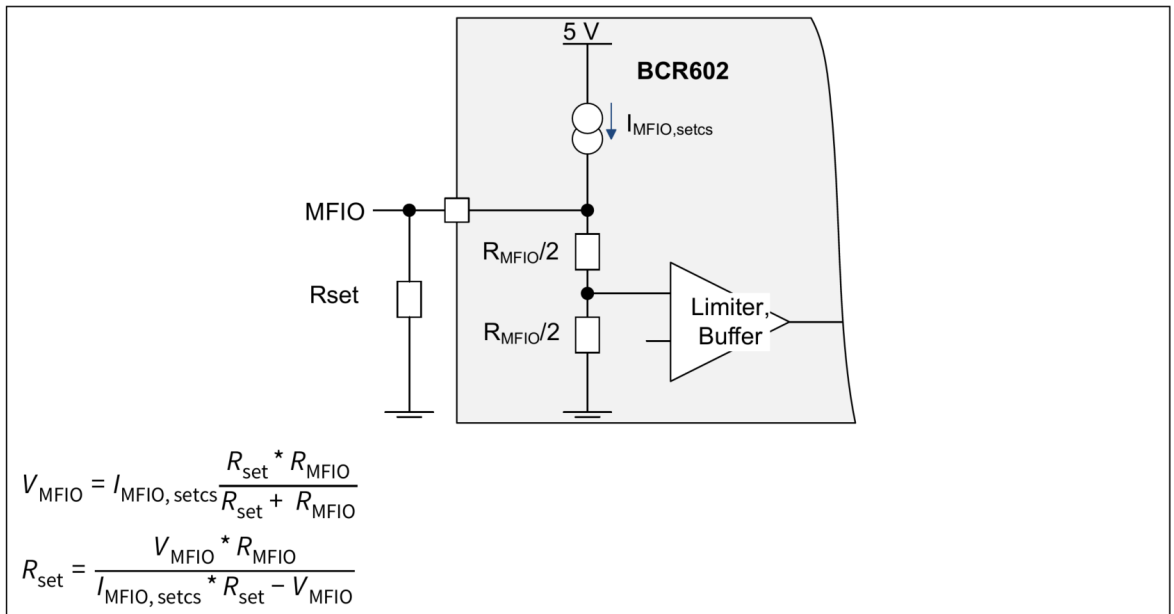

图 5 用于电阻器调光的 R_{set} 值
3. 对于使用 R_{set} 和内部 MFIO 电流的电阻调光，必须考虑内部下拉。有关正确的值，请参阅图 5。